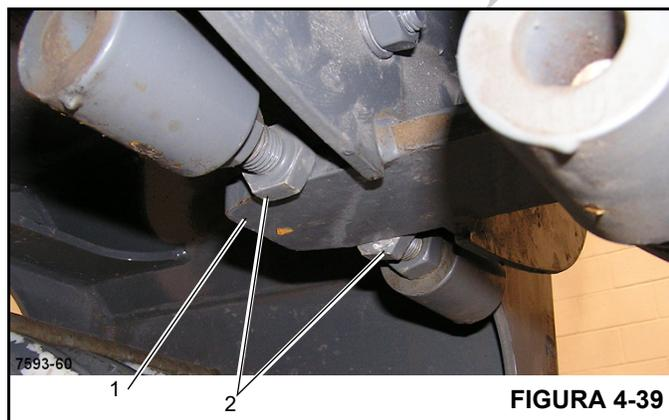

FIGURA 4-39
22. Junte las secciones de modo que las barras estabilizadoras (1) (Figura 4-39) de la sección 4 se encuentren entre los pernos de ajuste (2) de la sección 5. Con la sección 5 centrada en la sección 4 ajuste los pernos hasta que haya un espacio de 0.125 pulg (3 mm) entre cada cabeza de perno y la barra estabilizadora relacionada. Fije cada perno con su contratuerca. Repita para la otra barra estabilizadora. El propósito de las dos barras estabilizadoras es evitar que la pluma se retuerza cuando se gira el plumín.